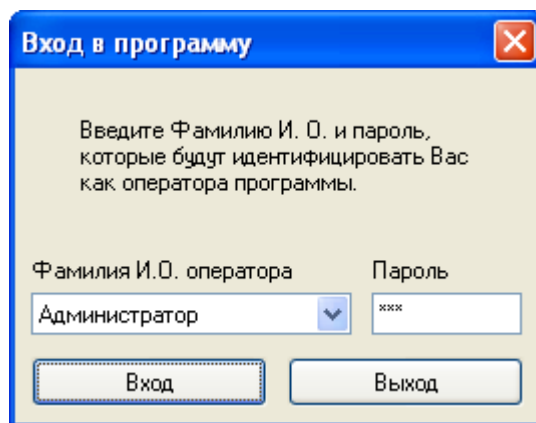

Рисунок 1
После запуска программы на экране появляется диалоговое окно **Вход в программу** (рис. 1). Пароль по умолчанию «метра».
- 1) Запустите на выполнение с помощью **Проводника** Windows или любым другим способом файл **NSC.exe**. На экране появляется диалоговое окно **Вход в программу** (см. рис. 1).
- 7) В появившемся диалоге **Вход в программу** (см. рис. 1) нажмите кнопку **Выход** для завершения работы с программой.